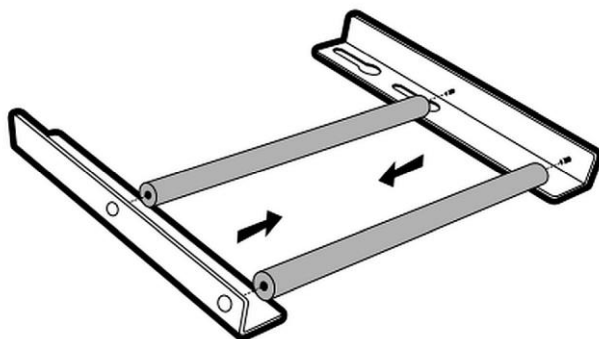

Рис. 2
1. Ослабить четыре винта на задней панели прибора на 3 полных оборота (рис. 2).